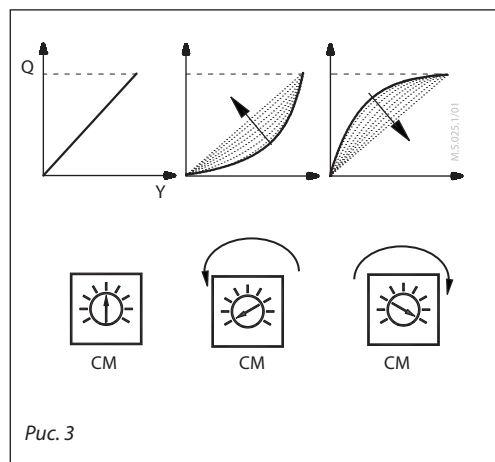

Рис. 3
**DIP4: функциональный переключатель изменения характеристик с положениями LIN/MDF (рис. 3):**